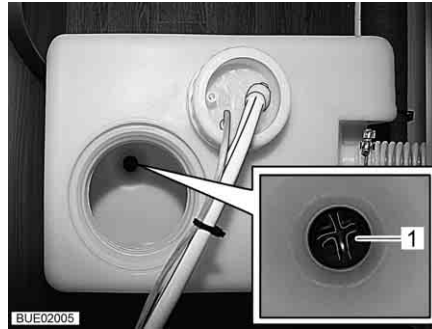

Bild 189 Wassertank (25 l)
- Mit einem Kreuzschlitz-Schraubendreher den Verschluss (Bild 189,1) im Tankboden öffnen.